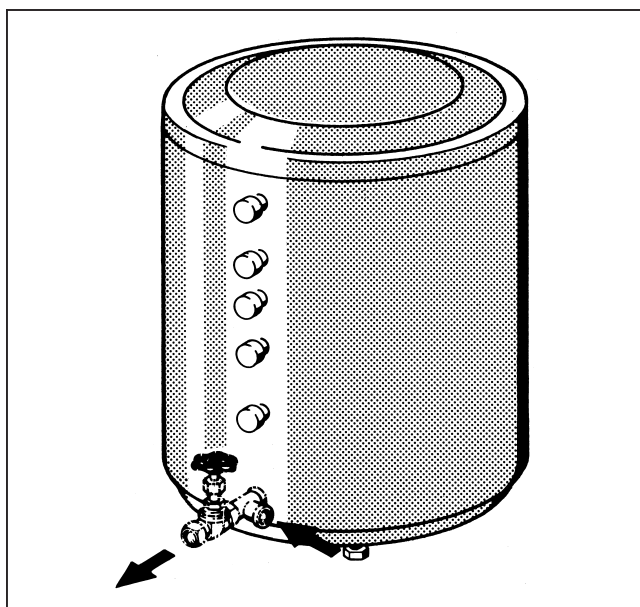

Рис. 11
- Перекрыть подвод холодной воды, открыть сливное отверстие бойлера (EL). Открыть расположенный выше кран, чтобы обеспечить деаэрацию. (рис. 11).